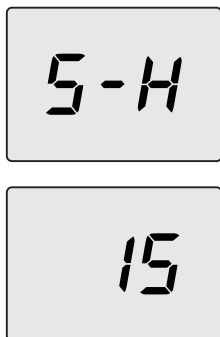

Figura 7.13
- Utilice el botón 10 para cambiar este valor a **15** y luego pulse el botón 12 para confirmar. El display muestra **S-H** alternado con el parámetro de potencia máxima absoluta (Figura 7.13).